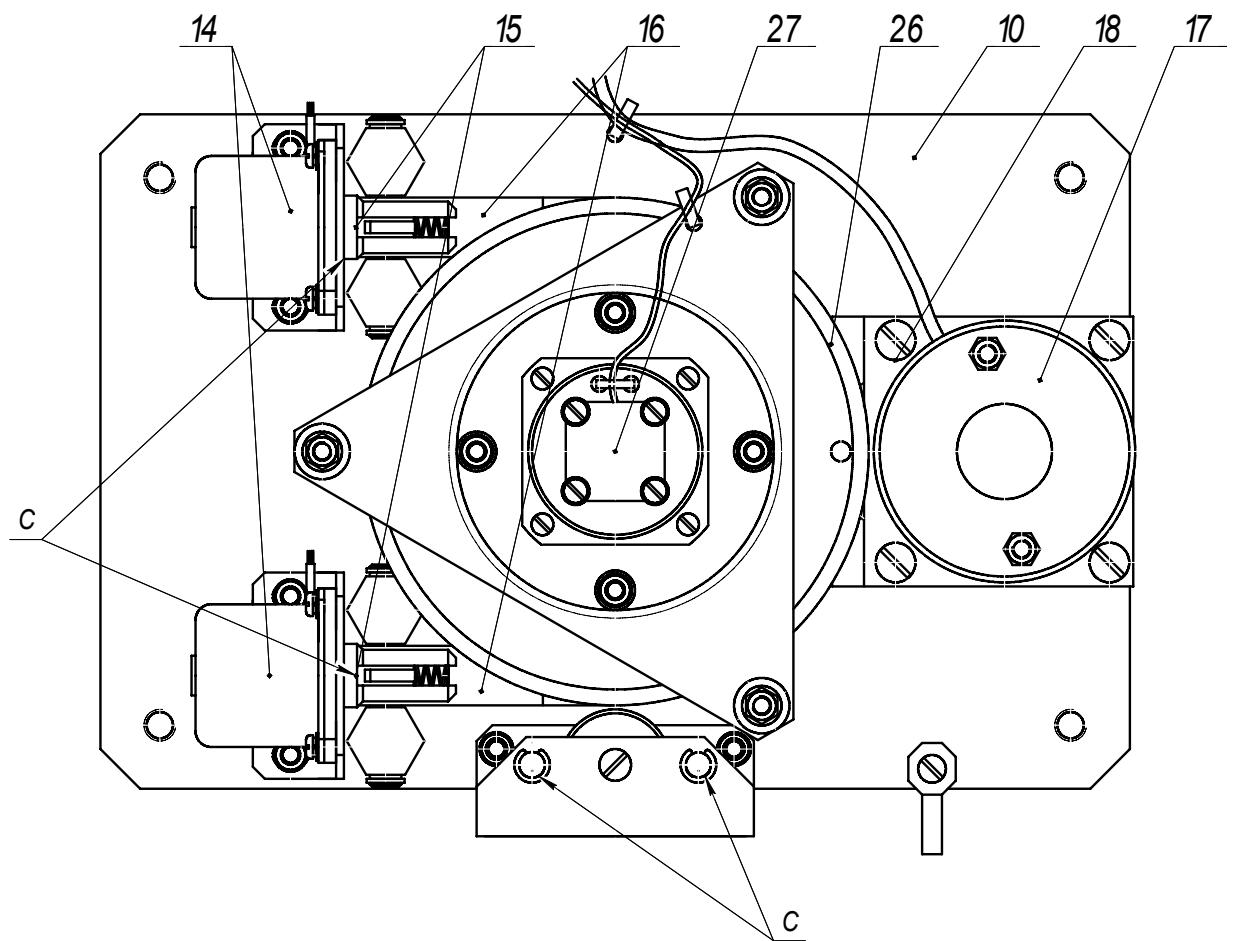

Рис.2
5.2 Агрегат турникета ПТУ-1 (см. рис. 2) состоит из электродвигательного привода, механизма блокирования и устройства «Антипаника», установленных на общем основании (10). На выходном валу агрегата закреплен тринопод, оснащенный тремя штангами, а также барабан (26) и датчик угла поворота (27).